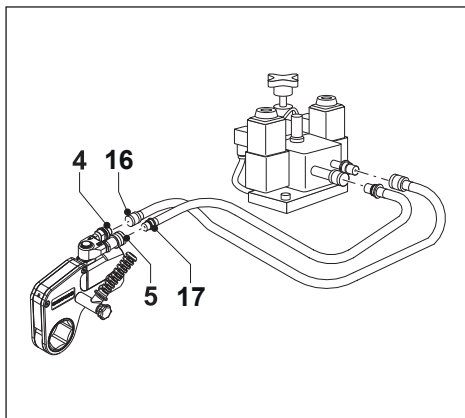

Fig. 8
3.5 Conectar las mangueras (Fig. 8)